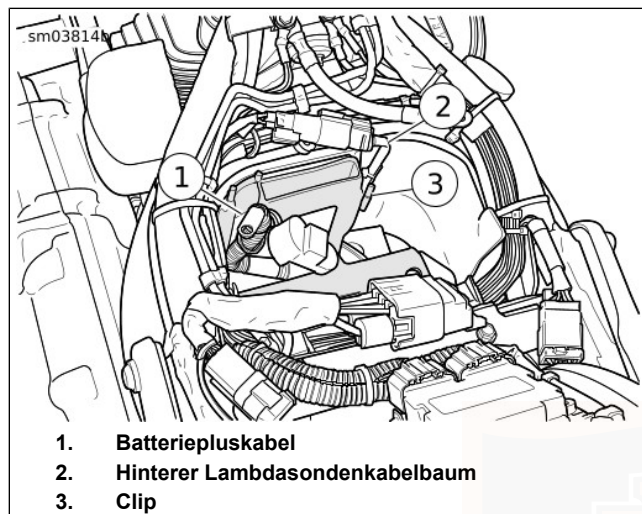

Abbildung 57. Kabelverlegung am Batteriehalter
2. Siehe Abbildung 57. Das Batteriepluskabel (1) in den Clip des Halters einbauen. Das Batteriepluskabel am Anlasserende des Kabels S-förmig verlegen. Dadurch wird der Kontakt für den Batterieeinbau in die richtige Position gebracht.
3. Den hinteren Lambdasondenkabelbaum (2) durch den Clip (3) führen.